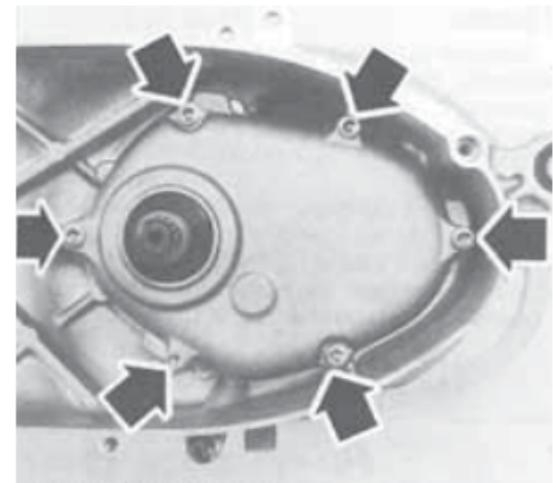
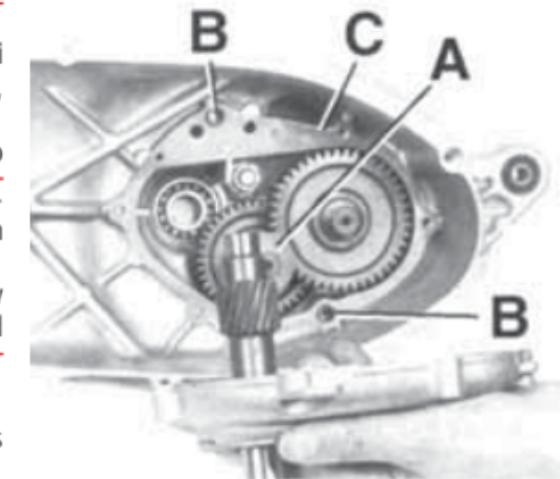

fig. 1
fig. 2
- 5) Pulire accuratamente la parte interna del carter trasmissione principalmente nella zona del coperchio della scatola del riduttore finale (fig. 1).
- 6) Rimuovere il coperchio della scatola trasmissioni (fig. 1) togliendo le viti indicate dalle frecce. Fare attenzione a non danneggiare la guarnizione di tenuta C (fig. 2) e di non smarrire le boccole di centraggio B (fig. 2).
- 7) Pulire la zona interna della scatola di riduzione finale e controllare l'esatta posizione di eventuali rasamenti A (fig. 2)
- 5) Carefully clean the inside of the main transmission casing in the zone of the final gearbox cover (fig.1).
- 6) Remove the transmission box cover (fig. 1) removing the screws indicated by the arrows. Take care not to damage gasket C (fig. 2) and not to mislay the centering bushes B (fig.2).
- 7) Clean the inside of the final gearbox and check the exact position of any shims A (fig. 2) or spacers inside the box.
- 5) Nettoyer soigneusement l'intérieur du carter de transmission, surtout dans la zone du couvercle du boîtier du réducteur final (fig. 1).
- 6) Enlever le couvercle de la boîte de transmission (fig. 1) en retirant les vis indiquées par les flèches. Faire attention à ne pas endommager le joint d'étanchéité C (fig. 2) et à ne pas perdre les bagues de centrage B (fig. 2).
- 7) Nettoyer l'intérieur du boîtier du réducteur final et contrôler la position exacte des cales A (fig. 2) ou entretoises se
- 5) Das Innere des Antriebsgehäuses sorgfältig reinigen, insbesondere im Bereich des Deckels der Enduntersetzung (Abb.1).
- 6) Den Deckel des Antriebsgehäuses entfernen (Abb. 1). Dazu die durch Pfeile gekennzeichneten Schrauben abschrauben. Während dieses Vorgangs ist darauf zu achten, die Abdichtung C (Abb.2) nicht zu beschädigen und die Zentrierbuchsen B (Abb.2) nicht zu verlieren.
- 7) Das Innere des Untersetzungsgetriebegehäuses reinigen und etwaige Zwischenscheiben A (Abb.2) oder Distanzstücke im Innern des Gehäuses auf ihre exakte Positionierung überprüfen.
- 5) Limpiar cuidadosamente la parte interna del cárter de transmisión principalmente en la zona de la tapa de la caja del reductor final (fig. 1).
- 6) Retirar la tapa de la caja de transmisiones (fig. 1) quitando los tornillos indicados por las flechas. Poner atención para no dañar las juntas de retención C (fig. 2) y no perder los anillos de centrado B (fig. 2).
- 7) Limpiar la zona interna de la caja de reducción final y controlar la exacta posición de eventuales niveladores A (fig. 2) o espaciadores presentes adentro de la caja misma.
- 12) Montare il coperchio della scatola di riduzione finale, fig. 1, dopo aver controllato la perfetta integrità della guarnizione C fig. 2 oppure qualora sia
- 12) First of all check if the gasket C fig. 2 is in perfect condition and then fit the cover of the final gearbox, fig.1. Otherwise, if the gasket paste is supplied, re-use it to create the new gasket. If the gasket is not perfect, check if the wheel turns smoothly without excessive effort.
- 12) Monter le couvercle du boîtier de réduction finale, fig. 1, après avoir contrôlé que le joint C, fig. 2, est parfaitement intègre; ou, s'il y a de la pâte pour in der Original-Position eingesetzt werden.
- 12) Den Deckel des Untersetzungsgetriebegehäuses montieren, Abb.1. Anschließend den einwandfreien Zustand der Abdichtung C Abb.2 überprüfen oder falls die Dichtungspaste vorhanden ist, eine neue Dichtung vorsehen. Falls die Abdichtung in irgend einer Weise Mängel aufweist, diese
- 12) Montar la tapa de la caja de reducción final, fig. 1, después de haber controlado la perfecta integridad de la junta C fig. 2, o si se encuentra la pasta para juntas, utilizarla para crear la junta nueva. Si la junta no estuviese perfecta sustituirla con una nueva original. Ajustar los tornillos indicados en la fig. 1 con un par de cierre de 12Nm. Controlar que la rueda gire libremente
presente la pasta per guarnizione, riutilizzare la pasta per guarnizioni per creare la nuova guarnizione. Qualora la guarnizione non sia perfetta sostituirla con una nuova originale. Serrare le viti indicate in fig. 1 con una coppia di serraggio di 12Nm. Controllare che la ruota ruoti liberamente senza sforzo per verificare il corretto montaggio.
joints, ré-utiliser cette pâte pour créer le nouveau joint. Si le joint n'est pas en parfait état, le remplacer avec un autre joint d'origine. Serrer les vis indiquées en fig. 1 à un couple de serrage de 12Nm. Pour vérifier que le montage est correct, contrôler que la roue tourne librement et sans efforts.
mit einer neuen Original-Abdichtung ersetzen. Die Schrauben wie in Abb.1 angegeben mit einem Anzugsmoment von 12 Nm anziehen. Danach kontrollieren, dass die Räder mühelos frei laufen, was auf eine ordnungsgemäße Montage schließen lässt.